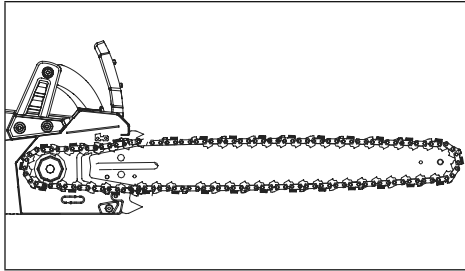

FIG. 12
- Maintenez la chaîne en position sur le guide-chaîne et placez la boucle autour du pignon de la tête d'alimentation (fig. 12).